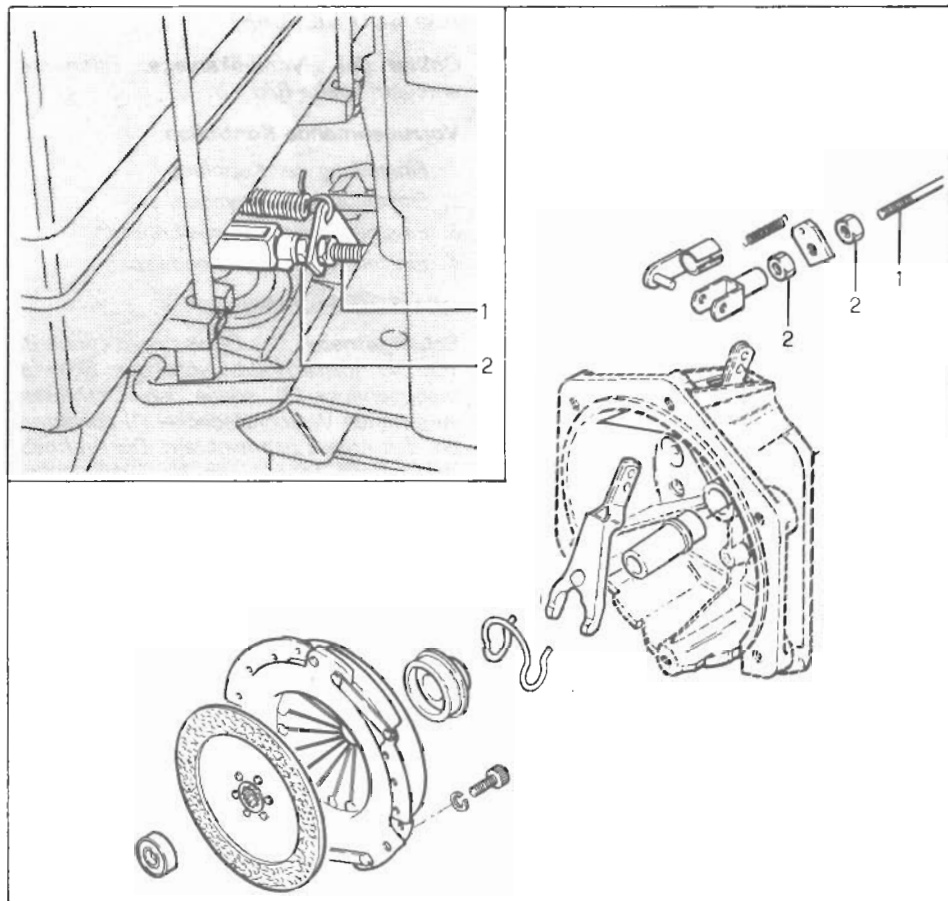

Fig. 18 - Bild 18
2. Se la corsa a vuoto del pedale è insufficiente (slittamento della frizione) o eccessiva (disinnesto incompleto), regolare il tirante di comando (1) (vedere la fig. 18). Agire sul dado di regolazione (2) in modo che la corsa a vuoto del pedale sia di 15 mm.
3. Se la regolazione del pedale non dà i risultati voluti, far smontare e verificare la frizione presso un'officina specializzata (vedere dettaglio di smontaggio in fig. 18).
2. If the idle stroke is insufficient (clutch slip-page) or excessive (disengagement is not complete) adjust the corresponding control rod (1) (see fig. 18). This can be done through set nut (2) until a 15 mm idle travel is achieved.
3. In the event the pedal adjustment does not suffice, have the clutch disassembled and inspected in a specialized workshop (see disassembly detail in fig. 18).
2. Si la course à vide de la pédale s'avère insuffisante (l'embrayage patine) ou excessive (débrayage incomplet) régler le tirant de commande (1) (voir fig. 18). Agir sur l'écrou de réglage (2), de sorte que la course à vide soit d'environ 15 mm.
3. Si la mise au point de la pédale ne donne pas les résultats voulus, s'adresser à un atelier spécialisé pour le démontage et le contrôle de l'embrayage (voir les détails du démontage en fig. 18).
2. Sollte der freie Pedalweg ungenügend (Rutschung der Kupplung) oder übermäßig (unvollständige Ausschaltung) ausfallen, das Steuergestänge (1) (siehe Bild 18) durch Wirkung auf die Einstellmutter (2) so einstellen, dass der freie Pedalweg ca. 15 mm beträgt.
3. *Sollte die Pedaleinstellung nicht den Zweck erreichen, muss man die Kupplung demontieren und sie in einer Fachwerkstatt prüfen lassen (siehe Demontage Detail Bild 18).*